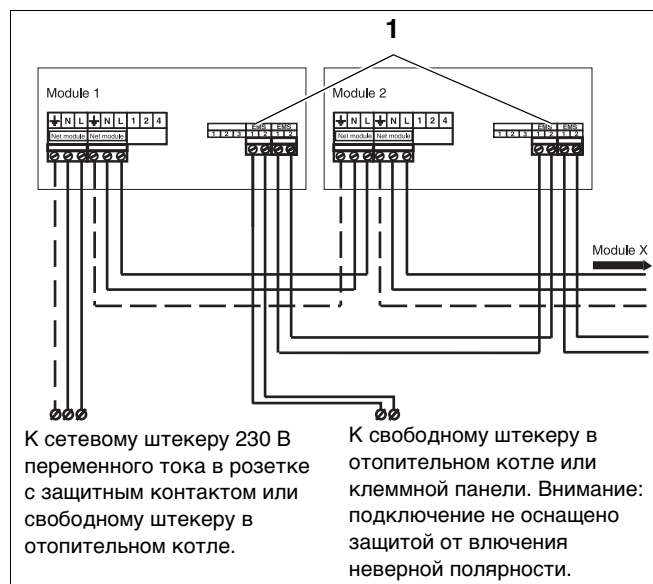
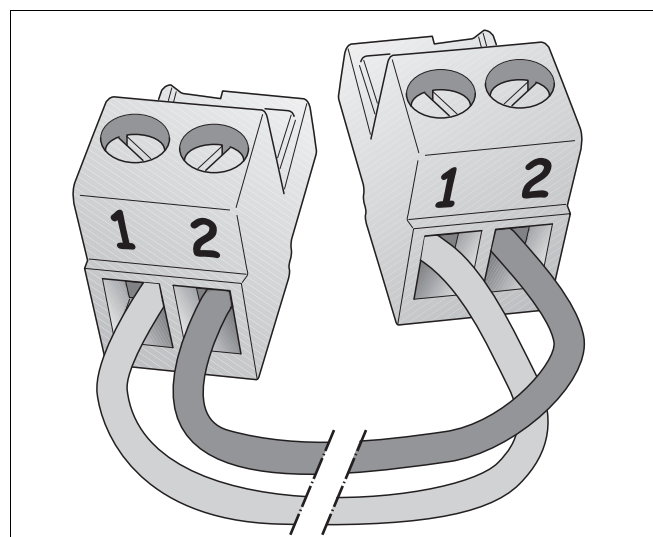
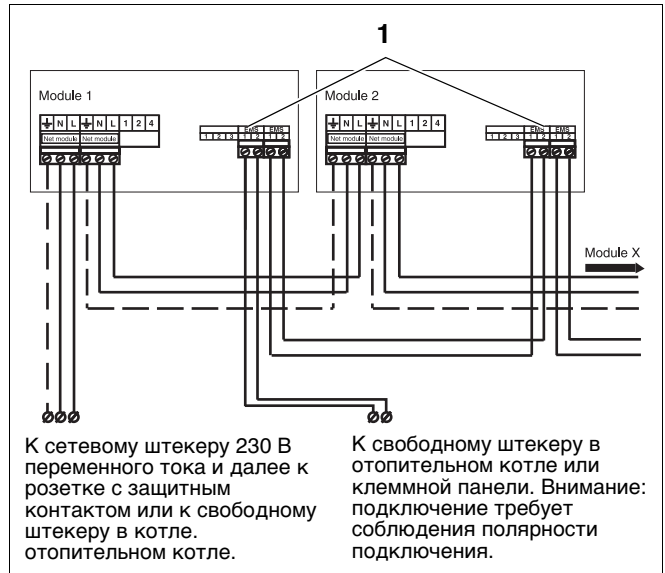

Рис. 49 Подключение нескольких модулей
Рис. 50 Полярность шины EMS
Рис. 52 Подключение нескольких модулей
- Подключить сетевой кабель 230 В переменного тока первого модуля к следующему модулю (рис. 49).
На модуле над подключением могут стоять буквы RC или EMS (рис. 49, поз. 1).
- При использовании нескольких модулей подключение шины EMS второго модуля может быть ответвлено от первого модуля. Для этого следует использовать кабель, входящий в комплект поставки модуля (рис. 49 и 50).
- Подключите кабель от клеммы 1 к клемме 1, а от клеммы 2 к клемме 2 (рис. 49 и рис. 50).
- Подключите кабель от клеммы 1 к клемме 1, а от клеммы 2 к клемме 2 (рис. 50 и рис. 52).
- Другой конец соединительного кабеля шины EMS подключить к первому модулю (рис. 52).
- Подключить соединительный кабель шины EMS первого модуля к следующему модулю (рис. 52).
- Подключить сетевой кабель 230 В переменного тока к модулю (рис. 52). При использовании нескольких модулей электроснабжение 230 В переменного тока следующего модуля может быть ответвлено от предшествующего модуля с помощью штекера, входящего в комплект поставки модуля и трехполюсного силового кабеля сечением 0,75 мм² с защитным заземляющим проводом.
- Питающий кабель 230 В переменного тока предшествующего модуля подключить к следующему модулю (рис. 52).